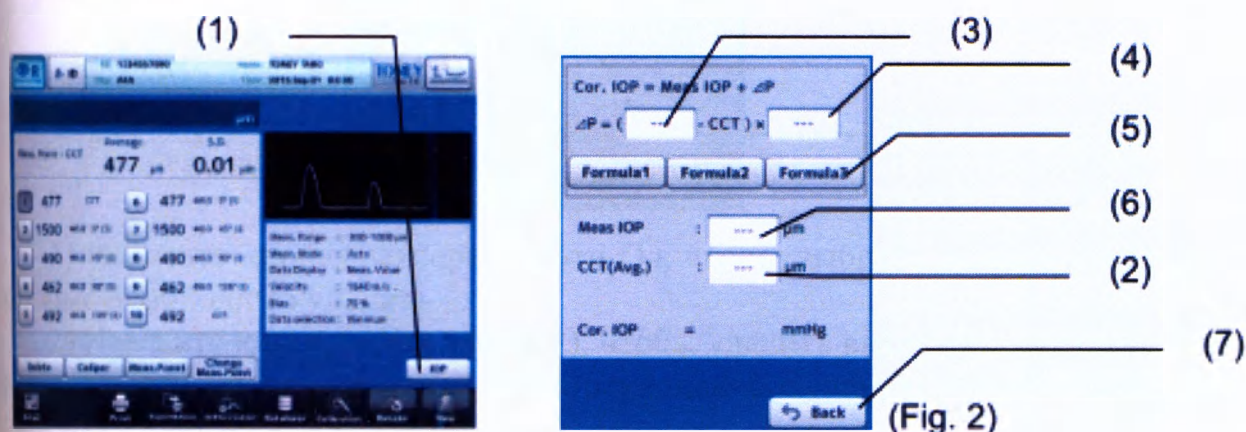

Рисунок 2
1) Нажмите Кнопку «IOP» (1), чтобы открыть экран коррекции внутриглазного давления (Рисунок 2). Если измерение уже выполнялось в этой точке, измеренное значение отображается в поле CCT (2).